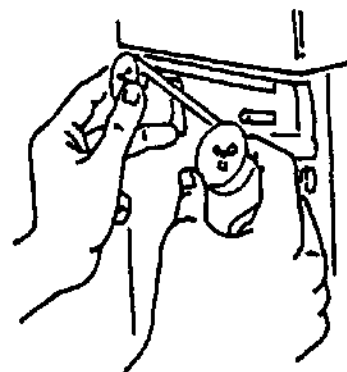

Рис. 5-7: Перед установкой второй катушки, отмотайте ленту.
3. Удерживая предохранительный зажим, установите одну катушку новой принтерной ленты (красной половиной внутрь) (Рис. 5-7)